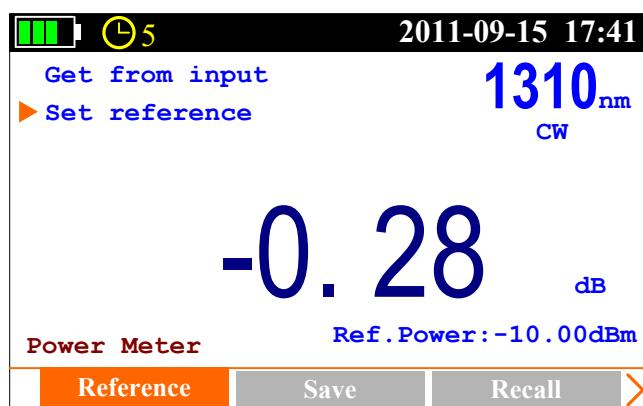

Figura 3.8
Prena  y  A la interfaz [Medidor de potencia], consulte la Figura 3.8.
- Prena  y  A la subinterfaz [Referencia], consulte la Figura 3.8.